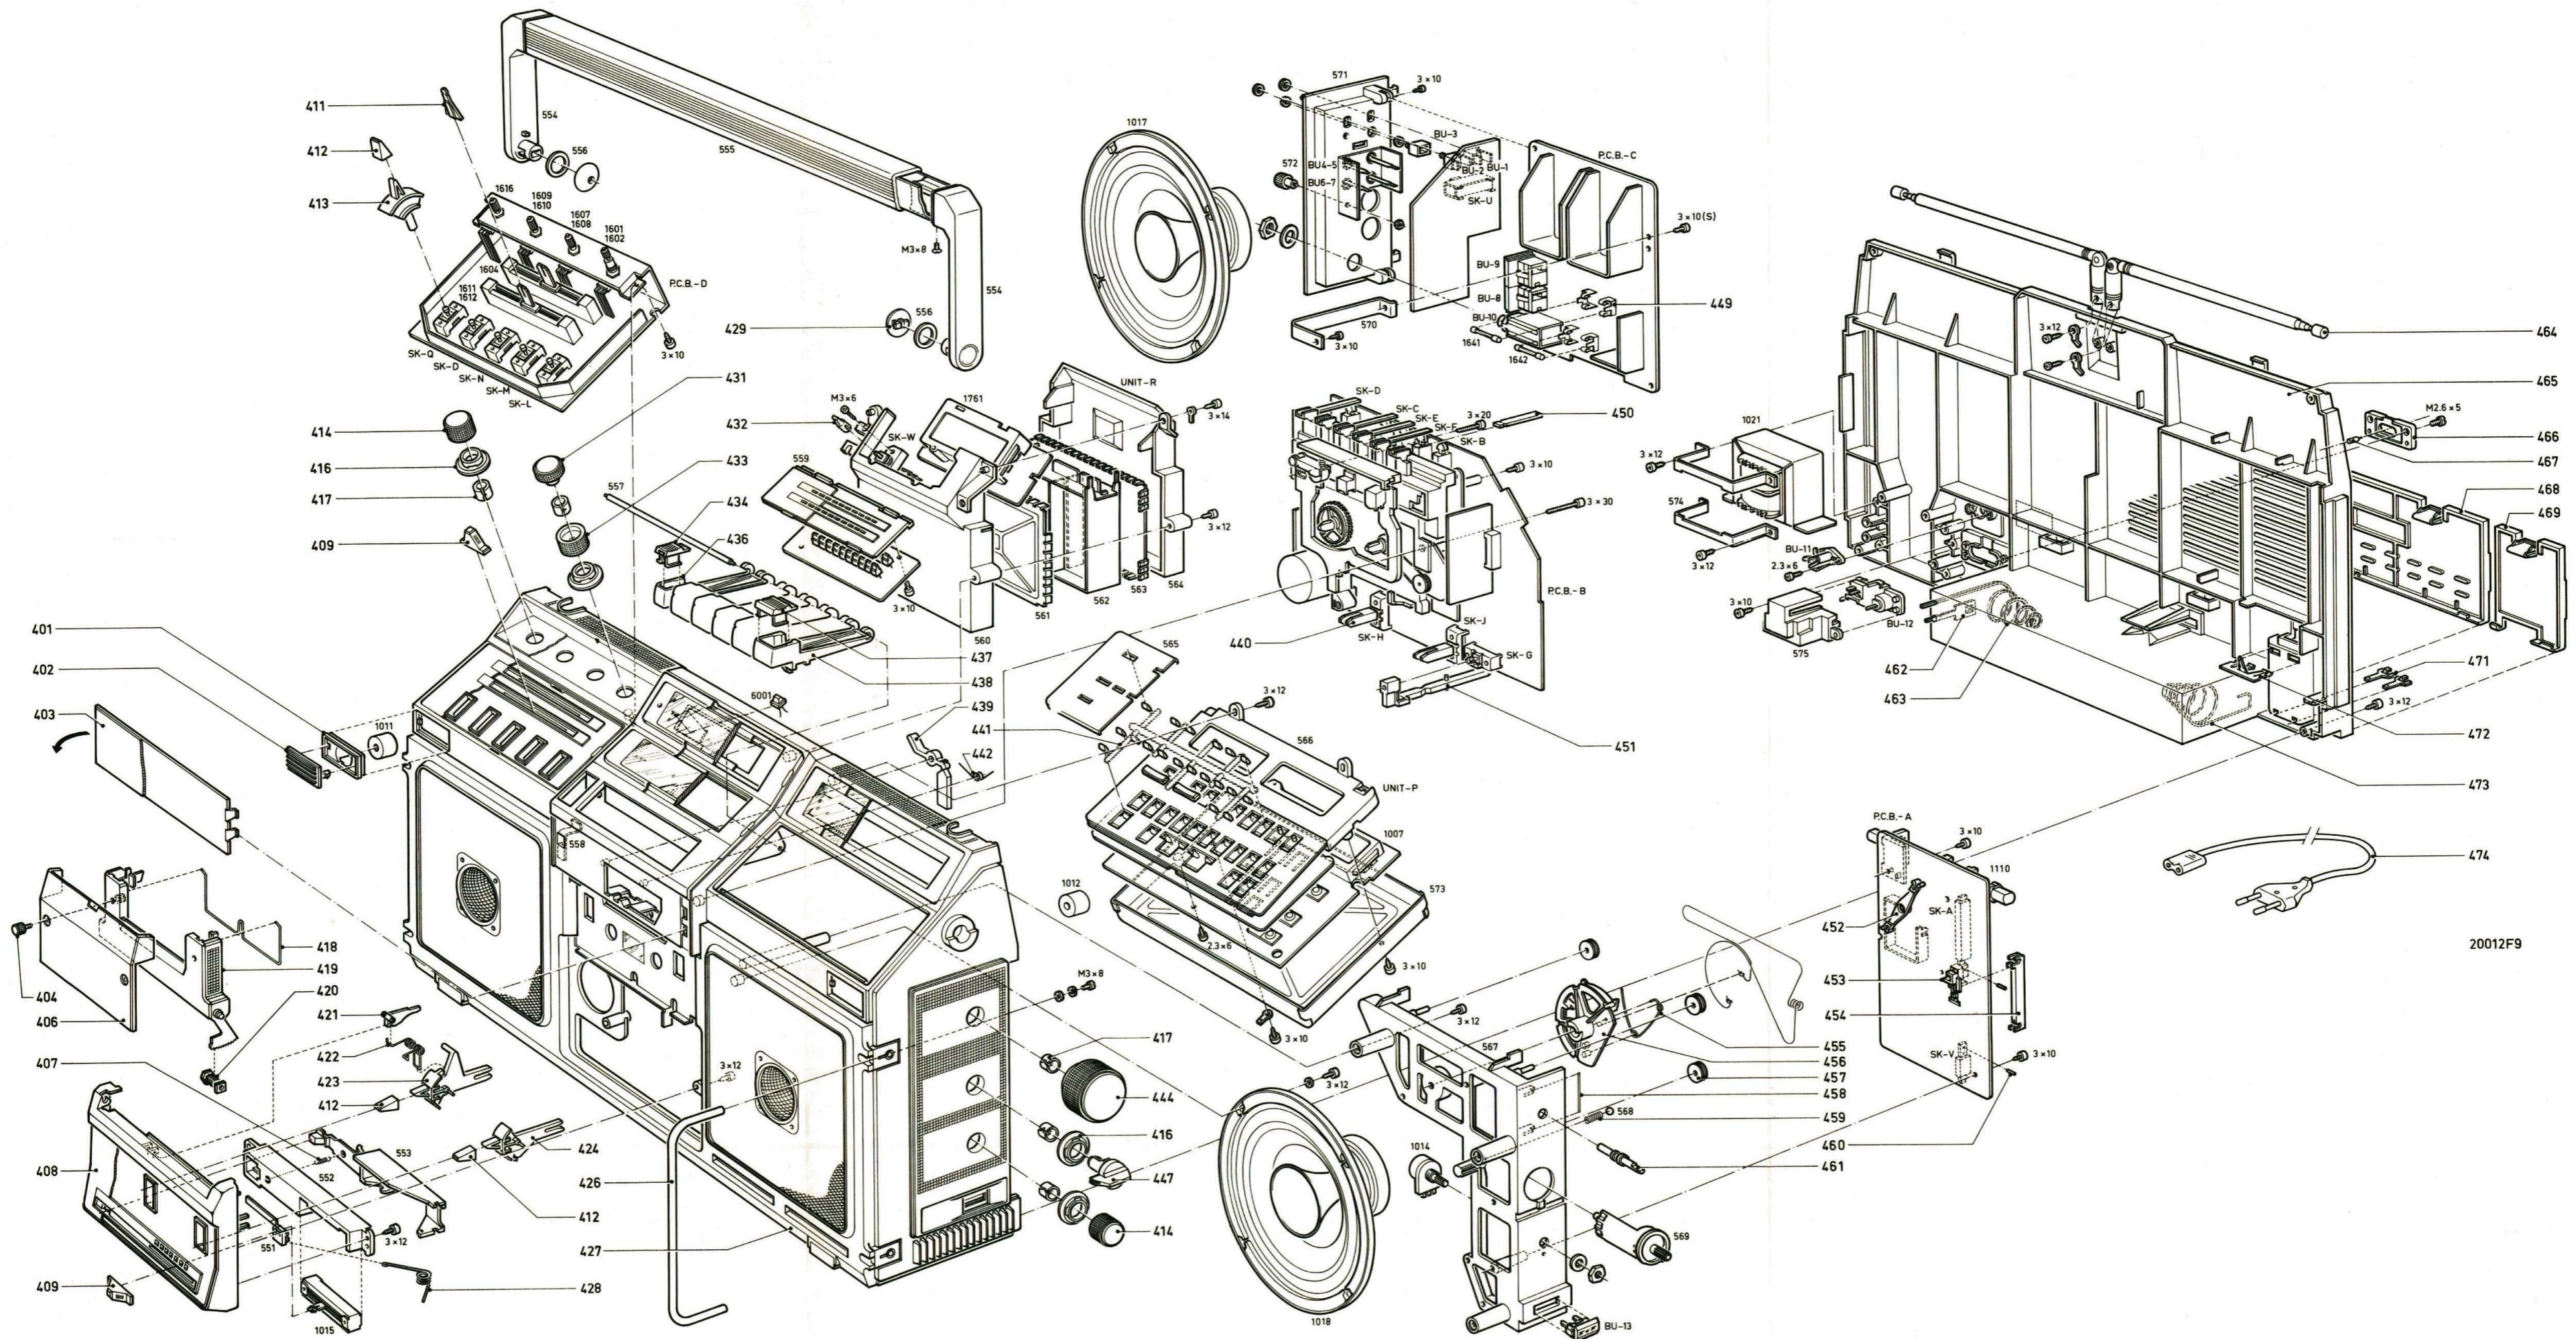

Fig. 5
- Togliere il coperchio 403 (vedere Fig. 5).
- *a Massima deviazione tollerata 2%. Togliere il coperchio 408 (vedere Fig. 5). Può essere letto anche il Wow. Questo può essere come massimo 0,3%.
- *f Togliere il coperchio 403 (vedere Fig. 5).